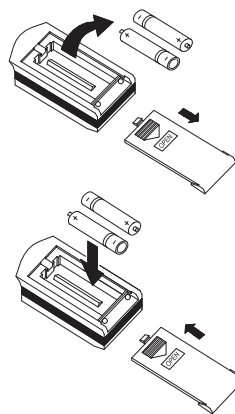

Рис. 5.2
- Для извлечения батареек, при замене, необходимо сдвинуть крышку пульта управления в направлении стрелки (см. рисунок 5.2) извлечь батарейки и установить новые.